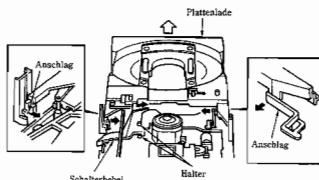

Abb. 1
1. **Austausch von Teilen der CD-Plattenlade (Abb. 1 und 2)**(1) **Ausbau der Plattenlade**
(2) **Einbau der Plattenlade (Abb. 1, 2 und 3)**
(8) **Austausch des Schalterhebels (Abb. 1)**